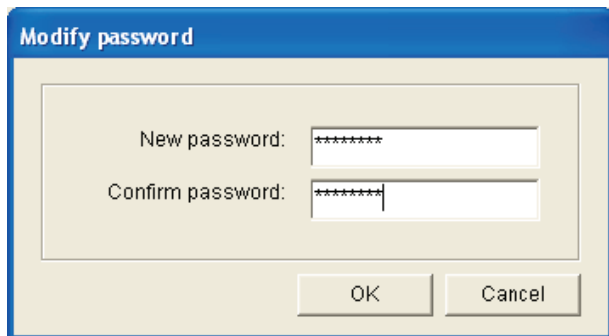

рисунок 8.21: Окно Modify password
- 2 Введите текущий пароль и щелкните по ОК. Пароль по умолчанию – 12345678. Появится следующее окно (см. рисунок 8.21).